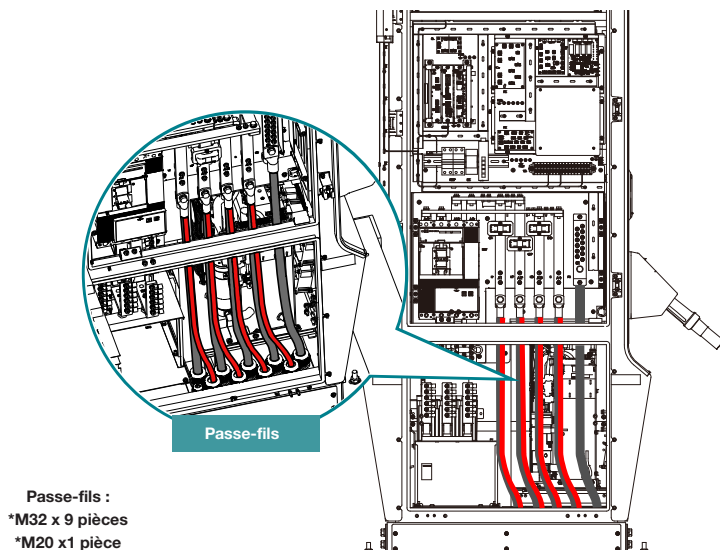

Figure 19. Raccordement des câbles et passe-fils
- 1) Ouvrir la porte et retirer le couvercle de protection pour le câblage. Voir la figure 19.
- 3) Raccorder les câbles CA L1, L2, L3 et N aux jeux de barres (voir la figure 19). Fixer chaque fil et serrer les fixations conformément aux indications de l'« Annexe B - Tableau des couples de serrage requis ».
- 5) S'assurer d'avoir suffisamment de jeu sur chaque câble, puis fixer le passe-fil (si nécessaire) (voir la figure 19).